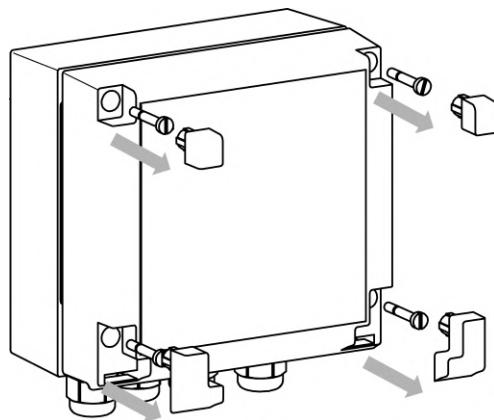

Рисунок 4.12 – Разборка передней части корпуса
1. Вытащить заглушки и отвинтить винты из передней части корпуса (см. рисунок 4.12\)